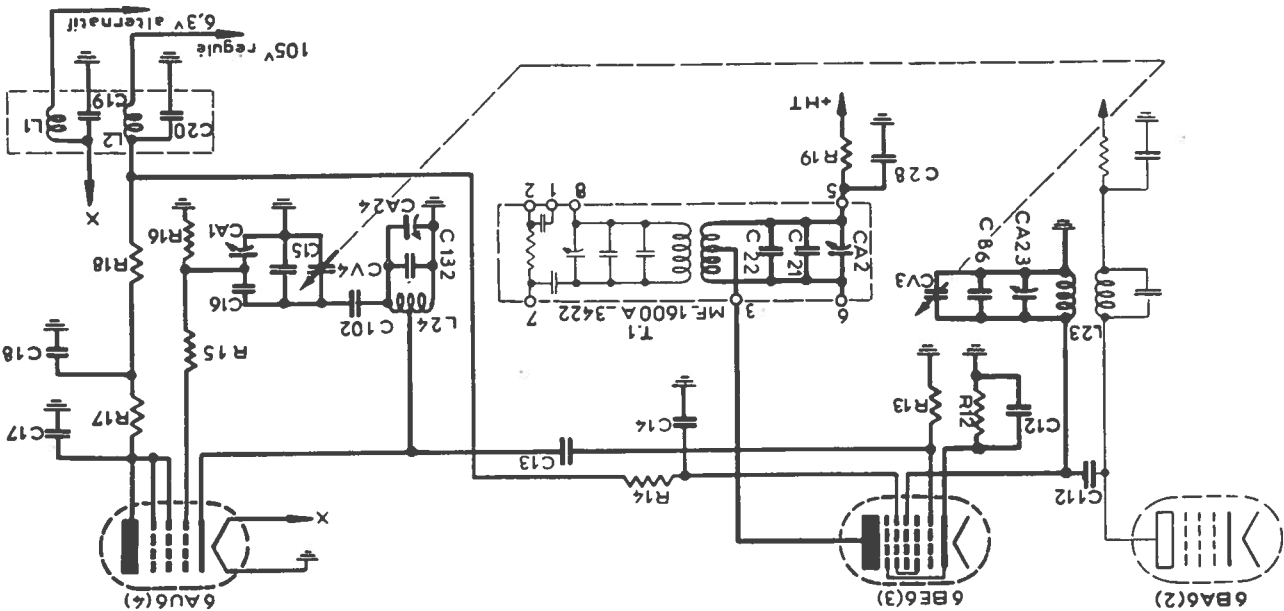

Figure 8. — Etage oscillateur et mélangeur de premier changement de fréquence.
5.03 ETAGE OSCILLATEUR ET MELANGEUR DE PREMIER CHANGEMENT DE FREQUENCE (fig. 8).